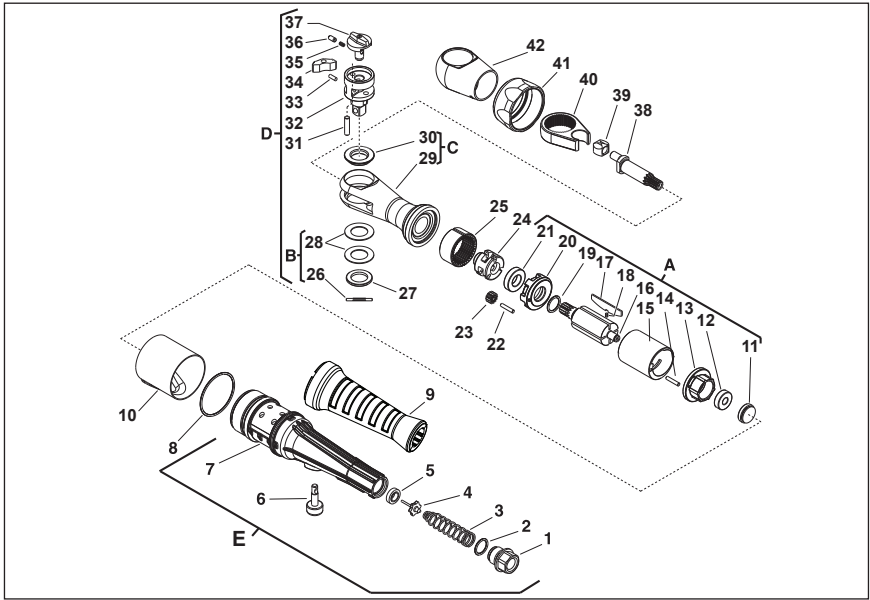

Figure 2: Air Ratchet
- ✓ 部品リストについては図2を参照してください。メンテナンスや修理には、**Snap-on** 純正交換部品だけを使用してください。メンテナンスや修理は、訓練を受けたサービスエンジニアにのみ行わせてください。修理部品やサービスマニュアルは、最寄りのSnap-on代理店で取り扱っております。